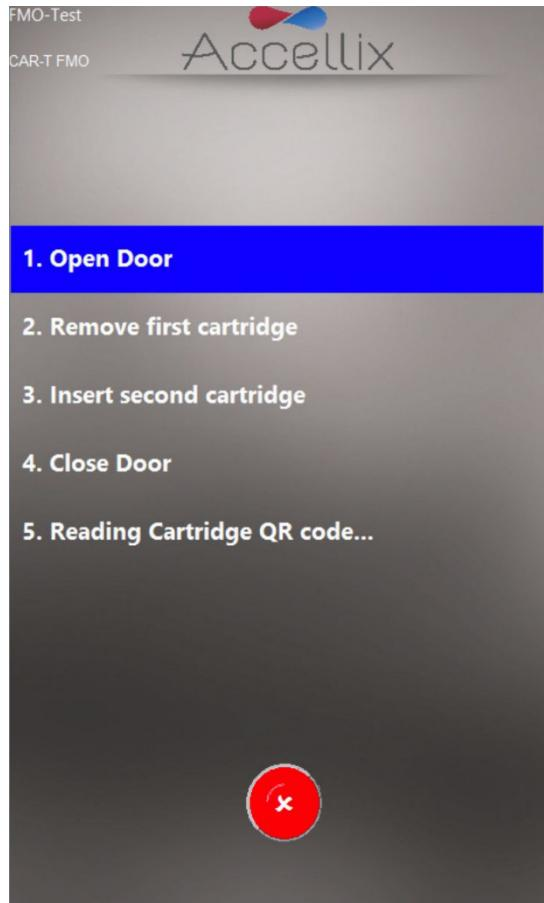

Abbildung 47: Bildschirm zur Kartuschenentnahme bei mehreren Kartuschen
- Der Bildschirm zur **Entnahme** einer Kartusche bei einem Assay mit **mehreren Kartuschen** weist den Benutzer an, die erste Kartusche zu entfernen und die nächste Kartusche in der Reihenfolge einzusetzen (Abbildung 47).